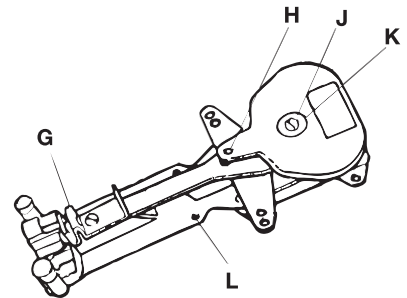

Fig. 2
- Entfernen Sie Scharube und Unterlegscheibe (J & K in Fig. 2). Nehmen Sie die Gaszug-Hebelscheibe (H in Fig. 2) ab.